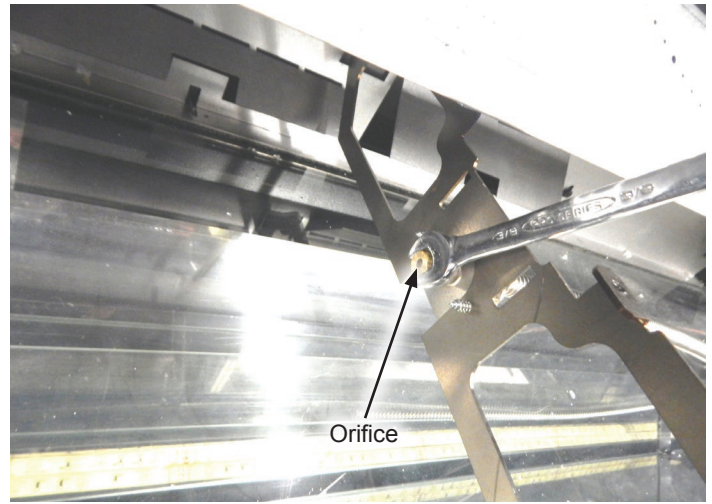

Figure 6
12. À l'aide d'une clé de 3/8 po, retirer l'orifice # 31 du porte-orifice et le jeter. **Voir Figure 6.**
13. Poser le nouvel orifice #50 dans le porte-orifice. Ne pas trop serrer. **Voir Figure 6.**